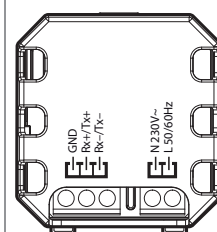

Fig. 4
- per i modelli a 230 Vac vedere fig.4;
- for 230 models Vac see Fig. 4;